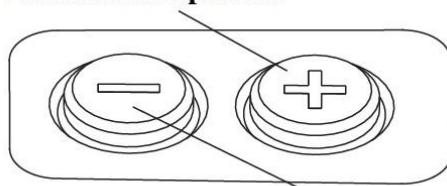

рис.4 Уменьшение яркости
1. Включение (Рис.4): Чтобы включить прицел, нажмите кнопку увеличения яркости "+" или кнопку уменьшения яркости "-".